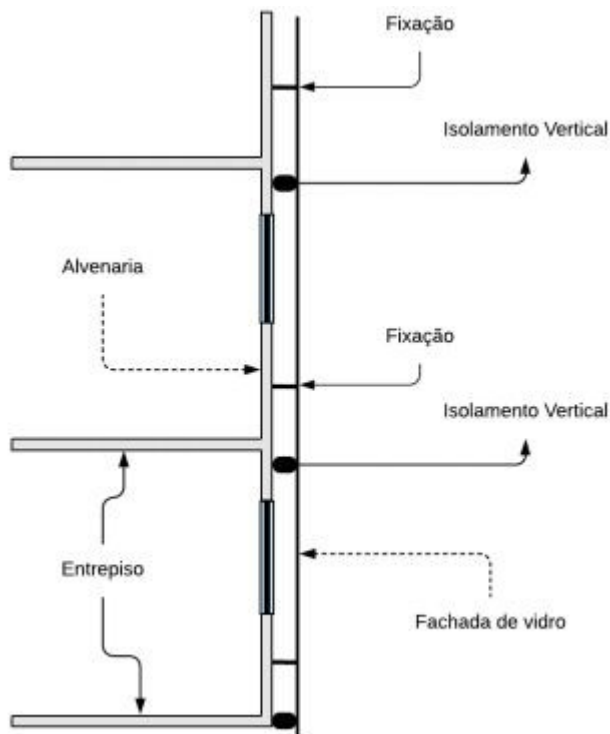

Figura 1 - Modelo de compartimentação vertical de fachada envidraçada.
- b) Se fachada envidraçada ou fachada cortina, verificar se consta nota de vidro corta-fogo conforme NBR 14925, caso não possua, deve ser verificado além do que foi descrito no item 4.1 "a" se existe selagem corta-fogo entre os pavimentos imediatamente atrás da fachada cortina, conforme figura 1